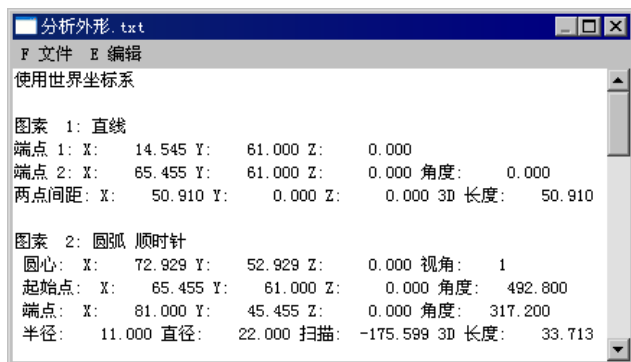

图 7.5.45 “分析外形”窗口
Step4. 设置分析参数。在“外形分析”对话框的 **类型** 区域选中 ☐ 2D 单选项；在 **转角设置** 区域选中 ☐ 所有 单选项；在 **补正方向** 区域选中 ☐ 左视 单选项，并在 **补正距离** 文本框中输入值 1；选中 ☒ **寻找相交性** 复选框。单击 ☒ 按钮应用设置，系统弹出图 7.5.45 所示的“分析外形”窗口。